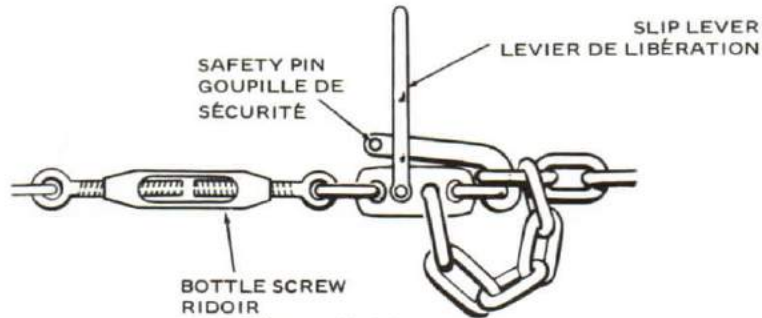

Figure 12-16
3. It will be seen from the sketch that the toe on the end of the tumbling hook, H, engages on a spur at the upper end of the lever K so long as the fore-and-after, M, see also Figure 12-16, is set up taut by the screw slip O. When the slip O is released, permitting the levers K to swing outwards towards the ends of the boat, the tumbling hooks are free to swing up, thus releasing the boat's falls simultaneously at each end. As a safeguard against accidental release, the levers K may be held in place by a safety pin, P, which is placed through a hole in the casing to prevent movement of the lever K. In a seaboat the weight is off these pins, so that they can easily be removed.
3. On verra d'après le croquis que le talon à l'extrémité du croc mobile H s'engage dans une saillie à la partie supérieure du levier K, aussi longtemps que la chaîne M est maintenue tendue par le ridoir O (voir aussi la figure 12-16). Quand on libère le ridoir O, permettant ainsi au levier K de basculer vers l'extérieur en direction des extrémités de l'embarcation, les crocs de basculement peuvent alors remonter, ce qui libère simultanément les deux garants de l'embarcation. À titre de précaution contre une libération accidentelle, les leviers K peuvent être maintenus en place par une goupille de sécurité P qui se glisse dans un trou du bloc. La goupille empêche le levier K de se déplacer. Dans le cas d'un canot, le poids ne porte pas sur ces goupilles qui peuvent donc être facilement enlevées.